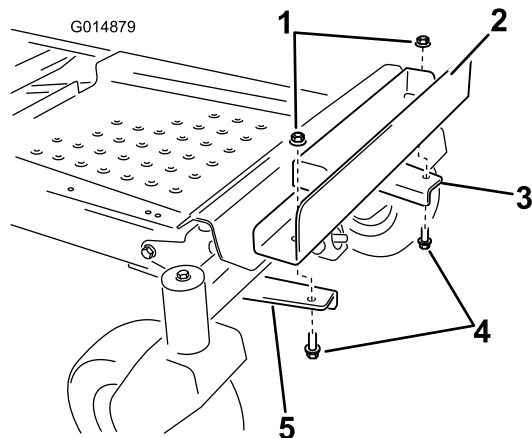

Figure 8
6. Alignez les trous extérieurs du support de masse sur les supports de fixation installés précédemment (Figure 8).